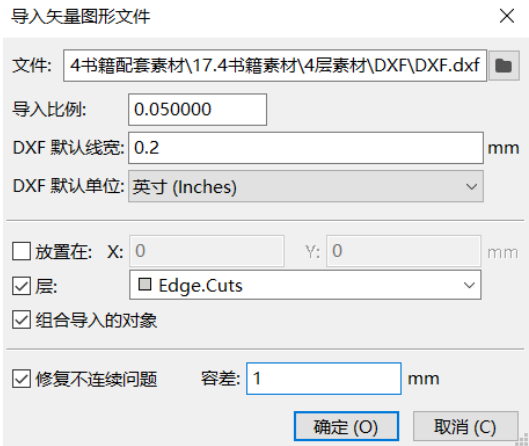

图 6-13 DXF 文件导入设置
(2) 导入属性设置。
①在“比例”选项组中设置导入单位（须和 CAD 单位保持一致，否则导入的板框尺寸不对），用户可通过 Size 参数进行大致判断。
②选择需要导入的层参数（为了简化导入操作，“PCB 层”这一项可以保持默认，成功导入之后在 PCB 中更改），如图 6-13 所示。